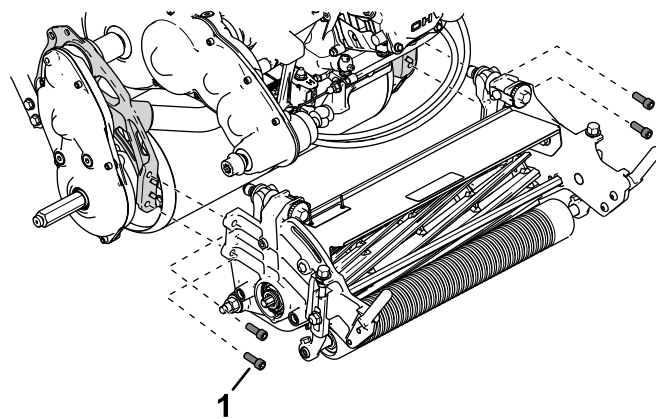

Figura 4
3. Utilizați 4 uruburi cu cap imbus pentru a monta unitatea de tăiere la maină (Figura 4).